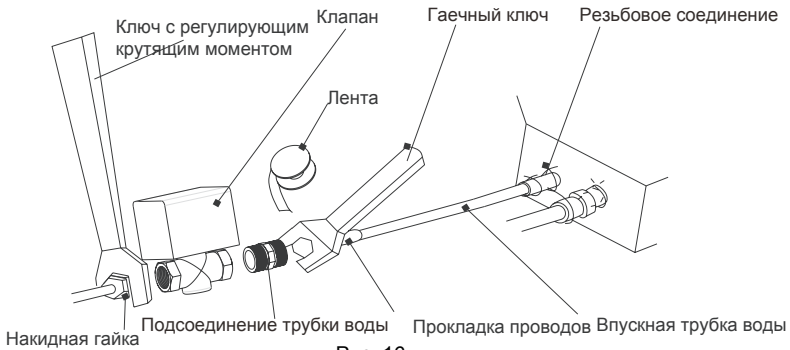

Рис. 16
(1) Установка моторного вентиля должна быть выполнена как показано на Рис.16: сначала соедините один конец трубного соединения с патрубком подачи воды на блоке, а к другому подсоедините клапан с электроприводом, затем, на конец клапана с электроприводом закрутите конусную гайку. Во время установки, используйте гаечный ключ и ключ с регулирующим крутящим моментом; крутящий момент должен быть в пределах 90 н/м². Убедитесь в безопасном соединении.